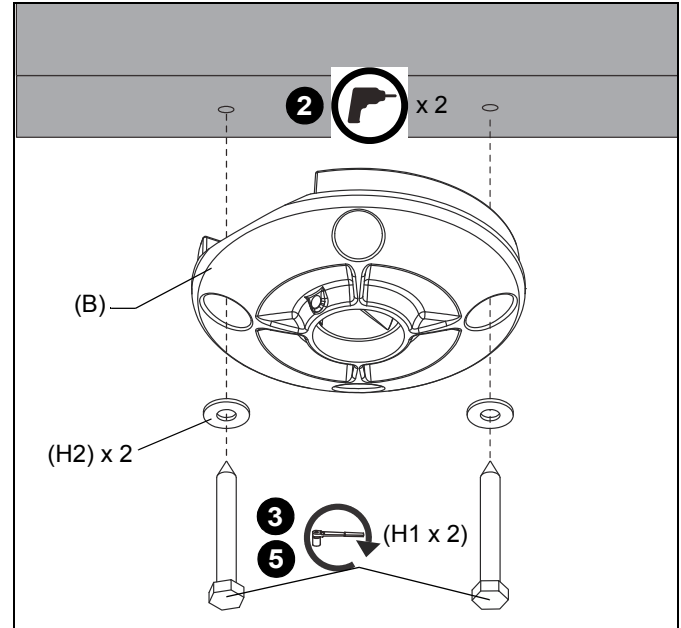

Figura 2
- Pase sin ajustar dos tornillos tirafondo (H1) de 5/16" x 2-3/4" (mínimo) por sus correspondientes arandelas (H2) de 5/16", y por los orificios de la placa para cielo raso (B), y colóquelos en los orificios de la viga de madera. (Consulte Figura 2)
- Ajuste los tornillos tirafondo (F). (Consulte Figura 2)